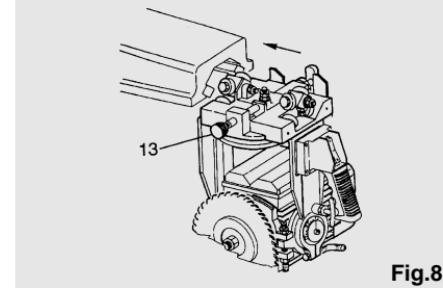

Fig.8
- Steek de eenheid Wagen-Vork-Motor in de geleiders, zonder stoten, opdat de lagers niet ontregeld raken (zie fig. 8). De eenheid is namelijk getest door onze afdeling voor kwaliteitscontrole.